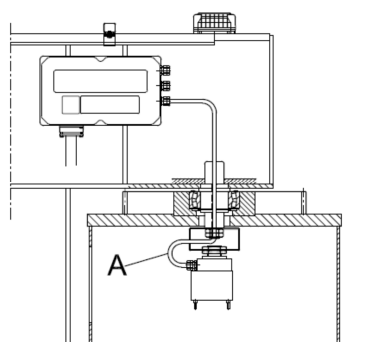

fig.39
1. Raccorder au tableau électrique de commande de rotation le câble **A** le plus court du collecteur rotatif en le faisant passer à travers le trou du pivot de rotation solidaire avec la flèche. (fig.39)